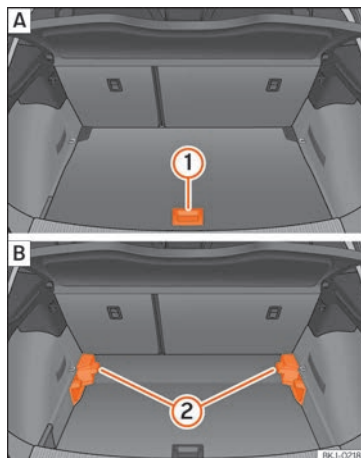

Fig. 139 Podeaua mobilă a portbagajului: [A] poziție ridicată; [B] poziție coborâtă.
- Pentru a trece de la poziția inferioară la poziția superioară, ridicați podeaua de mânerul >>> fig. 139 ① și trageți-o înapoi până când partea din față a podelei trece complet de suprafața ②.
- Deplasați podeaua în față peste suporturi, până la spătarul banchetei din spate și apoi coborâți podeaua folosind mânerul ①.
- Pentru a trece de la poziția superioară la cea inferioară, ridicați podeaua de mânerul >>> fig. 139 ① și trageți-o înapoi până când partea din față a podelei trece complet de suprafața ②.
• Acum așezați partea din față peste șinele inferioare ale suporturilor, glisați podeaua până la spătarul banchetei din spate și coborâți în același timp podeaua, folosind mânerul ①.
• Ridicați podeaua variabilă în poziția superioară folosind mânerul »» fig. 139 ①, ridicați-o și apăsați-o spre spătarul banchetei, până când se pliază pe linia balamalei și partea mobilă a acesteia se sprijină sub greutatea proprie.